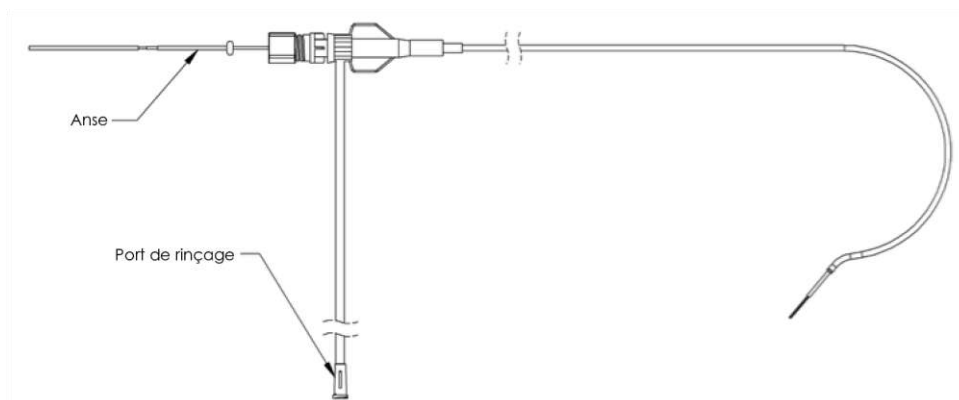

Figure 8. Cathéter de récupération d'ancre principale
- **Cathéter de récupération d'ancre principale** – Cathéter d'usage général utilisé notamment pour récupérer une ancre principale qui, pour une raison ou une autre, n'a pas été fixée correctement dans le myocarde après son déploiement. Ce cathéter s'achemine dans le TracCath jusqu'à l'ancre mal déployée. Une fois que l'embout du cathéter entoure l'œilleton de l'ancre mal déployée, le câble est utilisé pour extraire l'ancre et l'amener dans la lumière du cathéter de récupération. Lors de la rétraction du cathéter de récupération d'ancre principale, l'ancre est extraite du corps. Le cathéter de récupération d'ancre principale s'utilise également pour tendre le curseur, pour réduire la friction sur le câble lors du retrait du TracCath ou pour remplacer le TracCath intérieur, si besoin est. Voir la **Figure 8**.